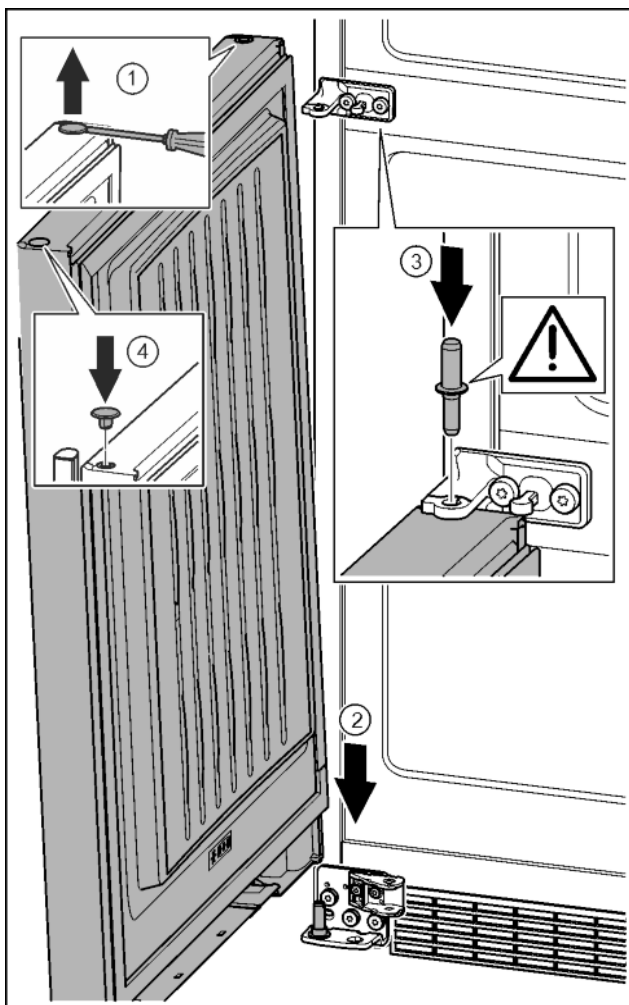

Fig. 35
- ▶ Plochým skrutkovačom opatrne nadvihnite a vyberte zátku. Fig. 35 (1)
- ▶ Dvere nasadíte zhora na dolný ložiskový čap. Fig. 35 (2)
- ▶ Ložiskový čap v strede nasadíte cez ložiskovú konzolu v strede do dolných dverí. Dbajte pritom na to, aby zárez dorazu ukazoval smerom dozadu. Fig. 35 (3)
- ▶ Zátku opäť nasadíte na druhú stranu dverí. Fig. 35 (4)